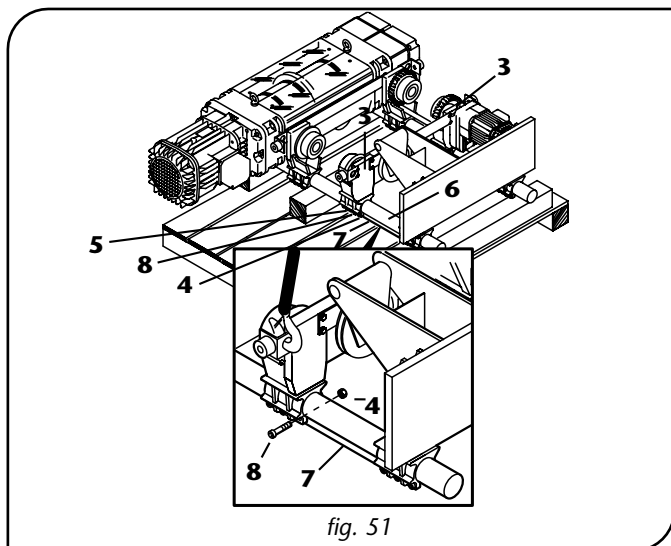

fig. 51
7. Pour permettre, côté équilibrage, le déplacement des montants -3- sur les barres d'accouplement -6- ôter les brides -5- les entretoises -7-, par le dévissage intégral des écrous -4- et en retirant les vis -8- (figure 51).